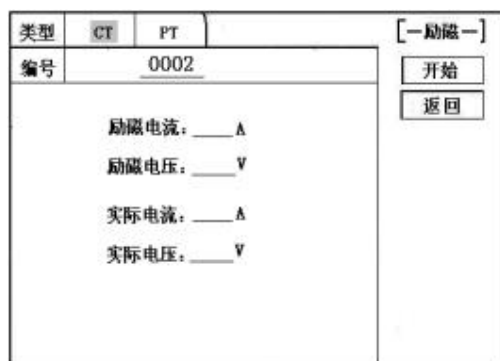
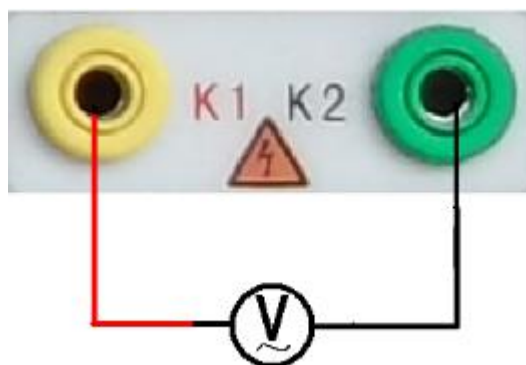
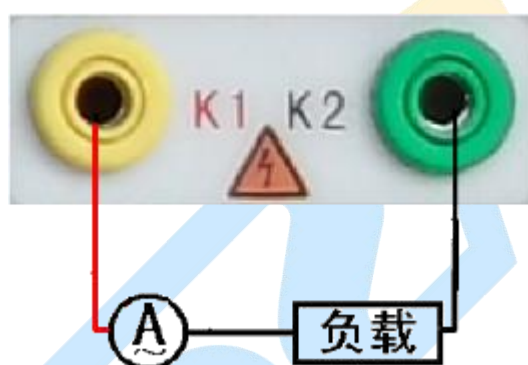

图 44 校准测试主界面
图 45 电压校准接线图
图 46 电流校准接线图
进入 CT “励磁” 测试界面后，选择进入“校准” 试验界面（如图 44），设定好励磁电流值：0.1A ~ 5A；励磁电压值：1V~2500V。
电压校准试验参照图 45 进行接线；设置好被测电压后，合上功率开关，选择“开始”选项，按下控制器，试验即开始，试验到达设定值后将保持输出电压/电流值用于检测，检测完毕后，按下控制器，试验返回图 44 界面。
电流校准试验参照图 46 进行接线，电压设定值略高于【电流设定值 (A) \* 负载 (Ω)】，设置好被测电流/电压值后，合上功率开关，选择“开始”选项，按下控制器，试验即开始，试验到达设定值后将保持输出电流/电压值用于检测，检测完毕后，按下控制器，试验返回图 44 界面。